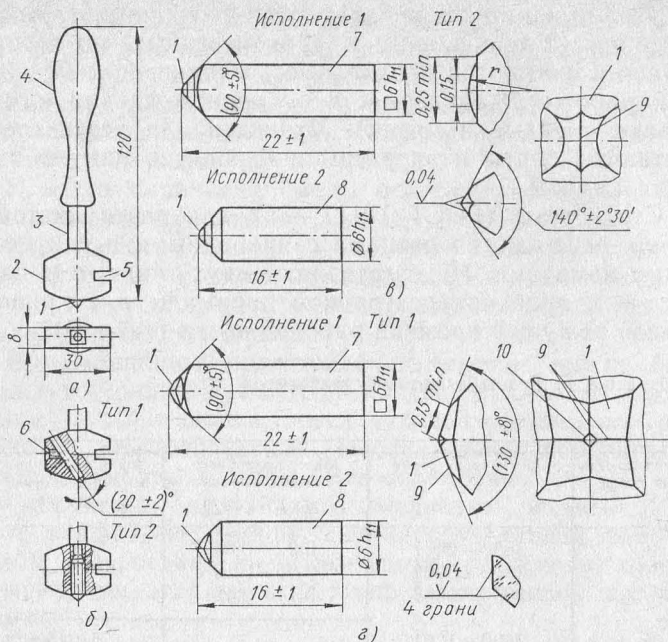

Рис. 8. Стеклорез алмазный:
*Алмазный стеклорез* (рис. 8) — это резец, закрепленный в молоточке 2 с помощью винта 6. Молоточек изготовляют из стали и латуни. В молоточке с торцевой стороны имеется паз 5 для захватывания узких кромок стекла во время ломки. Резец состоит из державки квадратной 7 или круглой 8 формы, в которую вставлен кристалл алмаза 1, закрепленного серебряным или другим припоем соответствующей марки. На резце квадратной формы типа 1 с четырехгранной пирамидой кристалла имеются цифры 1, 2, 3 и 4, указывающие на режущие кромки.
Алмазы приходится притачивать, придавая граням тот или другой угол: для резца с четырехгранной пирамидой —  $130\text{--}138^\circ$ , а для резца с криволинейной режущей кромкой —  $138\text{--}142^\circ$ . Приточку выполняют на чугунном диске или бруске, покрытому мастикой с алмазной пылью. После такой приточки алмаз не режет стекло, а скользит по нему, а иногда и выкалывает, поэтому его направляют на обычном стекле до тех пор, пока он не станет царапать стекло, оставляя после себя тонкую бесцветную линию вместо белой полосы. После приточки резца с четырехгранной пирамидой у него остается острая вершина. Чтобы резец работал всеми четырьмя режущими кромками 9, эту острую вершину притачивают, образуя маленькую площадку 10 (см. рис. 8).